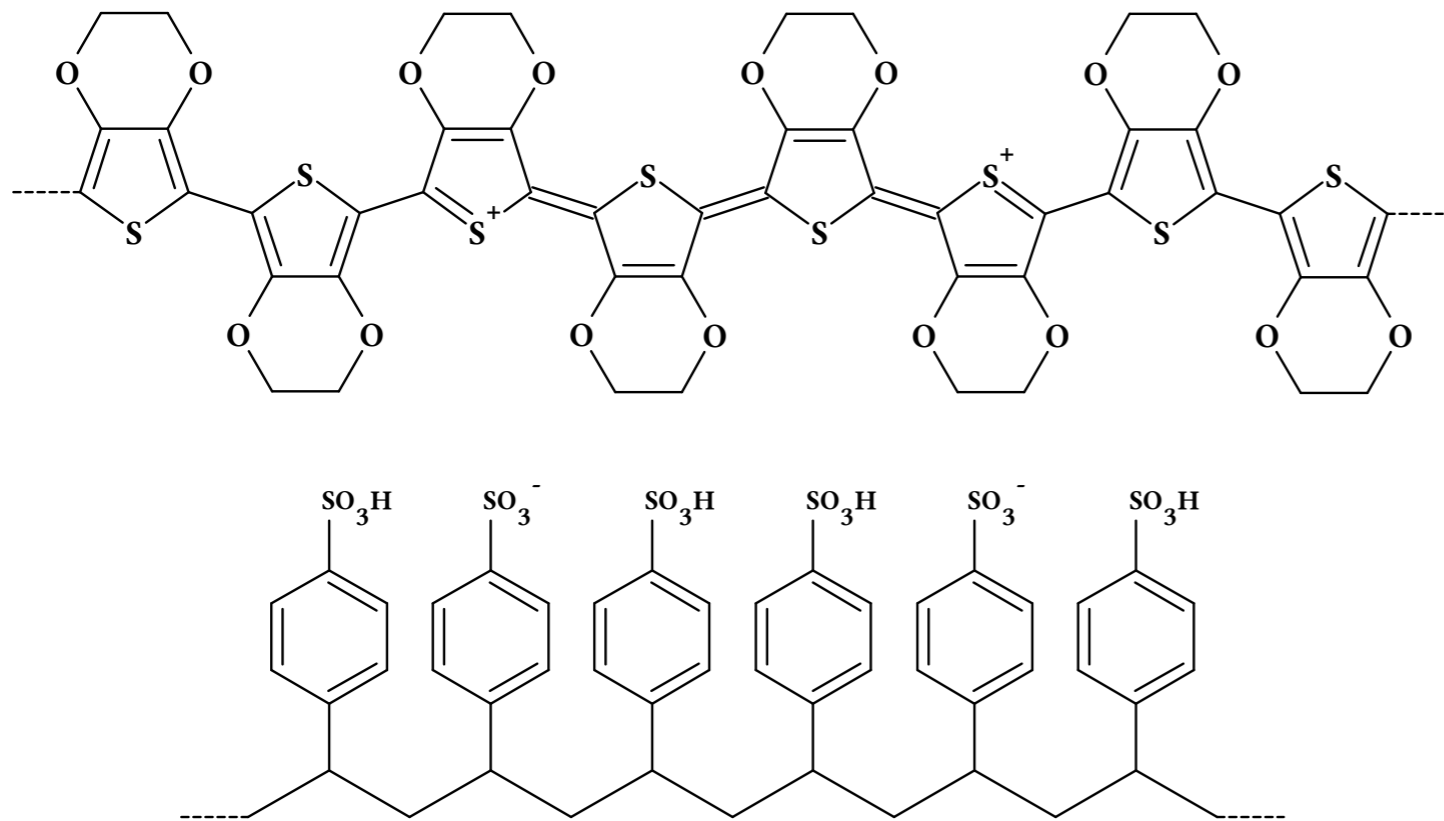

Abbildung 2: Strukturausschnitt des Polymergemischs PEDOT:PSS
- A 2 Abbildung 2 zeigt einen Strukturausschnitt der Verbindung PEDOT:PSS. Es handelt sich dabei um ein Polymergemisch der beiden Ionomere PEDOT (Poly-(3,4-ethylendioxythiophen)) und PSS (Polystyrolsulfonat). Zusammen bilden sie ein makromolekulares Salz.